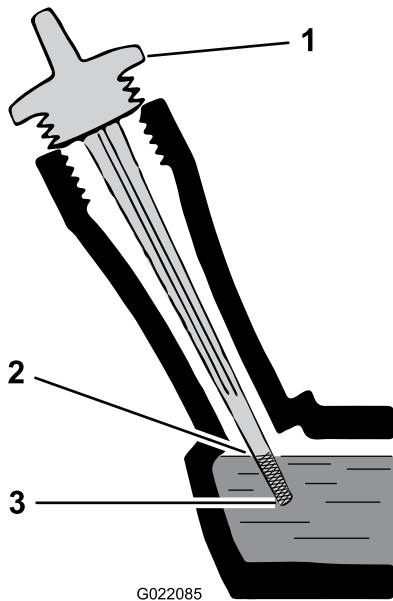

Figura 13
5. Inserte la varilla en el cuello de llenado, pero **sin girar el tapón en sentido horario para sujetarlo** (Figura 13), y luego retírela.